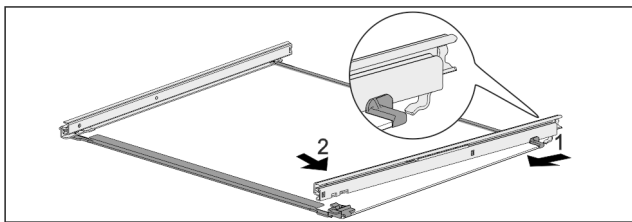

Fig. 121 Skleněná deska s kolejničkami
- ▶ Zahákněte kolejničku vzadu. Fig. 121 (1)
- ▶ Zaklapněte kolejničku vpředu. Fig. 121 (2)